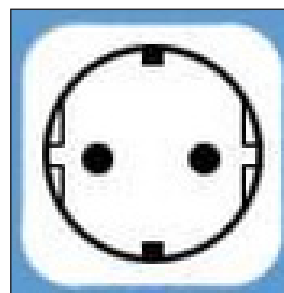

fig. 18 - Toma Schuko
- una toma de pared Schuko con toma de tierra y protección independiente (fig. 18);